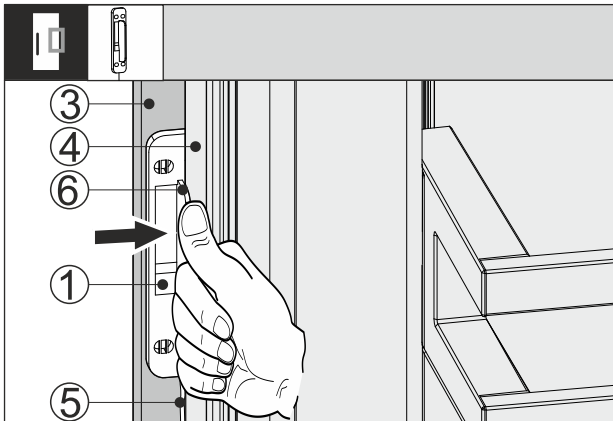

Fig. 67
- Klopfsensor Fig. 67 (1) zwischen Möbelfront Fig. 67 (3) und Gerätetür Fig. 67 (4) schieben, so dass das Kabel Fig. 67 (5) leicht gespannt ist. Der Anschlag Fig. 67 (6) des Klopfsensors liegt an der Gerätetür Fig. 67 (4) an.
- Klopfsensor Fig. 67 (1) an der Möbelfront Fig. 67 (3) anpressen.
- Klopfsensor Fig. 67 (1) ist angeklebt. Das Ankleben des Klopfsensors optimiert die Übertragung des Klopfsignals.
Dauerhafte Fixierung des Klopfsensors Fig. 67 (1) erhöht die Lebensdauer.
- Klopfsensor Fig. 67 (1) mit den mitgelieferten Schrauben an der Möbelfront Fig. 67 (3) anschrauben.